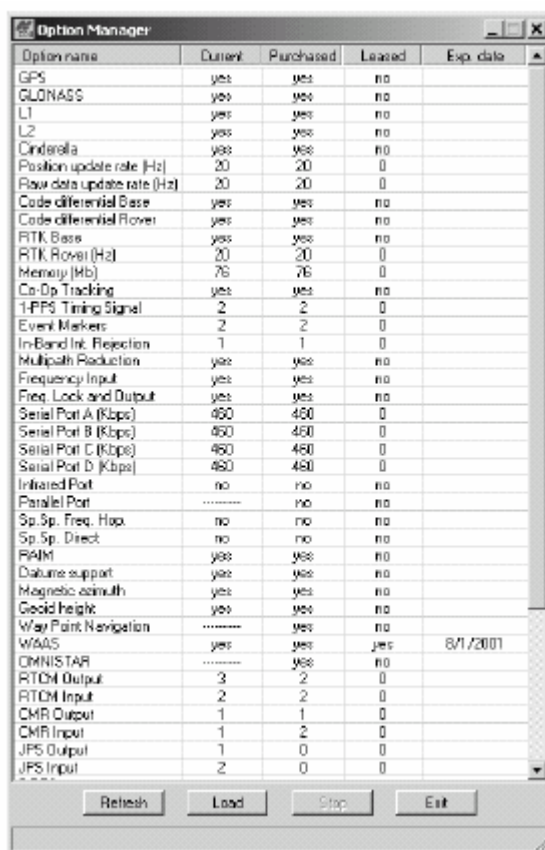

Figura 3-16. Gestor de Opciones
Se muestra la pantalla **Gestor de Opciones** (Figura 3-16) que contiene la siguiente información:
2. Haga clic en el botón **Cargar** en la parte inferior de la pantalla del **Gestor de Opciones** (vea Figura 3-16).